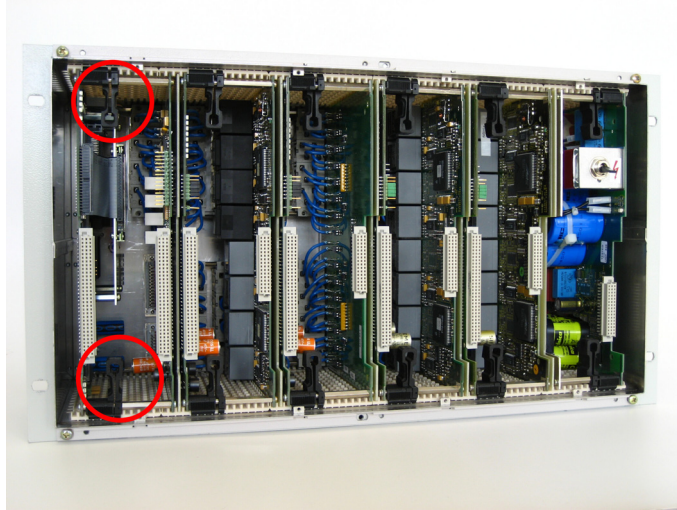

Bild 1-6 Entriegelung der CPU-Baugruppe
- Lösen Sie die CPU-Baugruppe aus der Steckverbindung, indem Sie die schwarzen Verriegelungshebel so weit nach rechts drücken, bis die Hebel aus der Platine ausrasten. Kippen Sie beide Verriegelungshebel gleichzeitig nach vorn (ca. 45°), bis diese in der zweiten Stellung auf der Platine einrasten (siehe Bild 1-6).